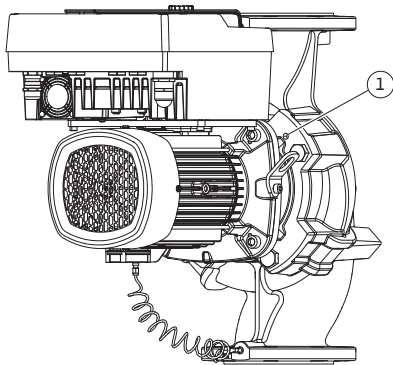

Fig. 11: Fjernelse af indstikssættet via gevindhuller (DN 100 ... DN 125)
- Løsn indstikssættet (se Fig. 4) fra pumpehuset. Afhængigt af pumpetyperen (se Fig. I ... III) findes der forskellige fremgangsmåder: Ved pumpetyperen Fig. I (DN 32 ... DN 80) skal skrueerne pos. 29 løsnes. Fjern indstikssættet fra pumpehuset. Ved pumpetyperen Fig. II og Fig. III (DN 100 ... DN 125) skal du bruge de to gevindboringer (Fig. 11, pos. 1). Anvend egnede skrueer (f.eks. M10 x 25 mm), der er stillet til rådighed på opstillingsstedet.
5. Tryk indstikssættet (se Fig. 4) af pumpehuset. Brug de to gevindboringer (se Fig. 11). For at løsne fastgørelsen kan du skrue skruer M10 med en dertil egnet længde ind i gevindhullerne.
7. Løsn de to umistelige skruer på beskyttelsespladen (Fig. II, pos. 27), og fjern beskyttelsespladen.
8. Stik en gaffelnøgle med nøglevidde 27 mm ind i lanternevinduet, og hold akslen fast med nøglefladerne (Fig. II, pos. 16). Skru pumpehjulsmøtrikken ud (Fig. II, pos. 22). Fjern pumpehjulet (Fig. II, pos. 21) fra akslen ved hjælp af en aftrækker.
9. Løsn differenstryktransmitterens holdeplade (Fig. I, pos. 13) fra motorflangen ved at løsne skruen (Fig. II, pos. 10). Lad differenstryktransmitteren (Fig. I, pos. 8) med holdepladen (Fig. I, pos. 13) hænge i trykmålingsledningerne (Fig. I, pos. 7). Fjern i givet fald differenstryktransmitterens tilslutningskabel i elektronikmodulet.
10. Løsn skruerne (Fig. II, pos. 10 og pos. 10a).
11. Løsn lanternen fra motorcentreringen ved hjælp af toarmet aftrækker (universalaftrækker), og træk den af akslen. Akseltætningen (Fig. I, pos. 25) følger med. Undgå at få lanternen til at sidde skævt.
12. Hvis akseltætningen er blevet beskadiget, skal akseltætningens kontraring (Fig. I, pos. 26) trykkes ud af dens placering i lanternen. Sæt en ny kontraring i lanternen.